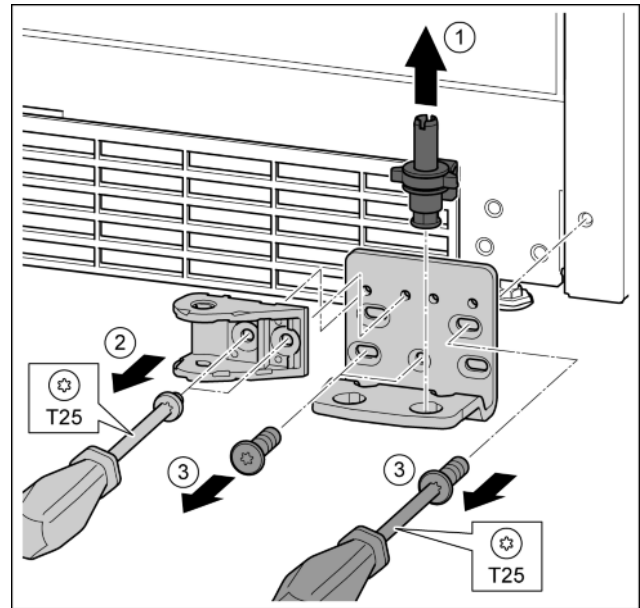

Fig. 29
- ▶ Lagerbolzen komplett nach oben herausziehen. Fig. 29 (1)
- ▶ Schrauben mit Schraubendreher T25 herausdrehen und Lagerbock abnehmen Fig. 29 (2)
- ▶ Schrauben mit Schraubendreher T25 herausdrehen und Lagerbock abnehmen. Fig. 29 (3)